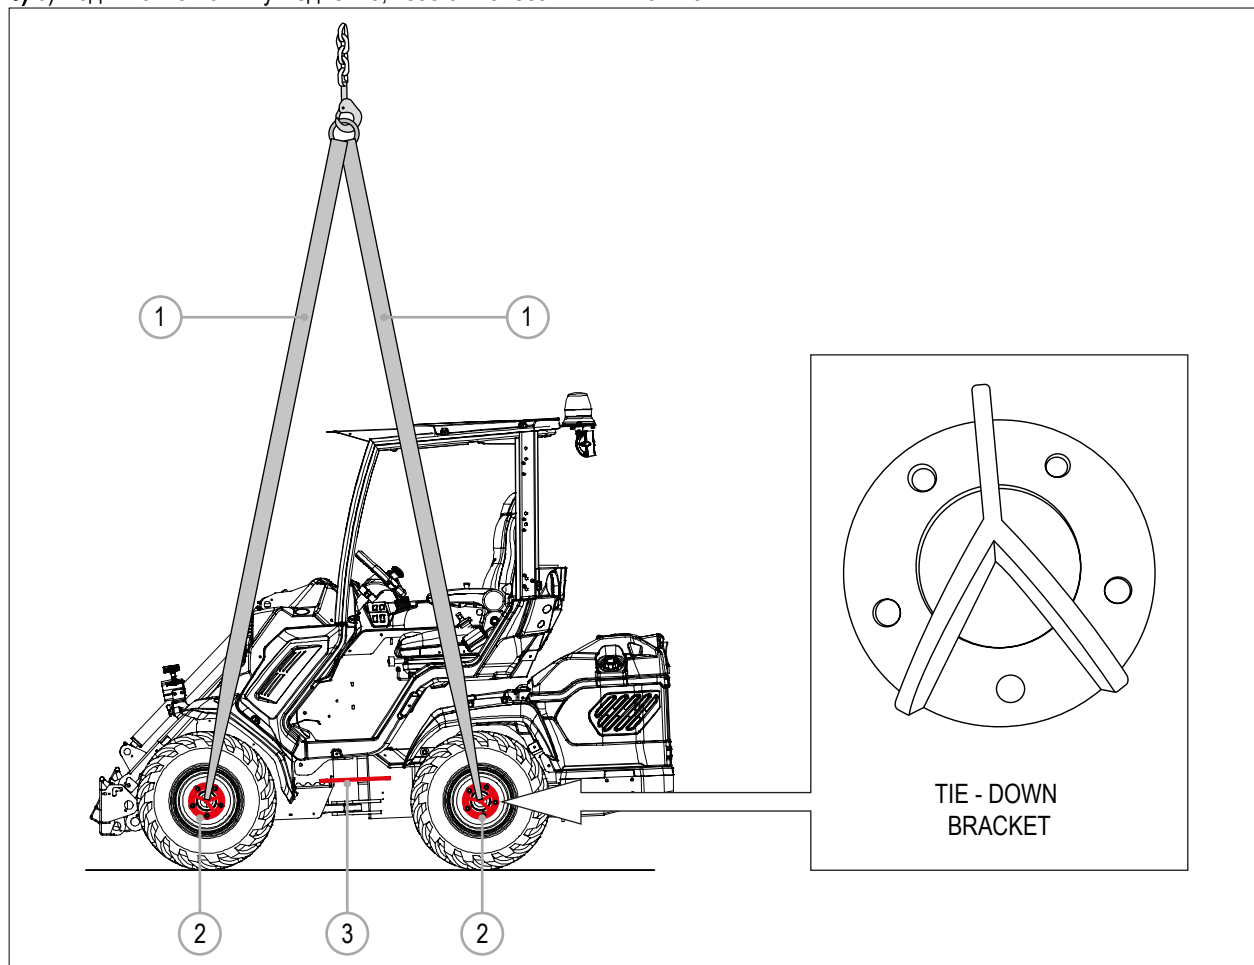

РИС. 24
- 2) Вставьте кронштейн блокировки рулевого управления (РИС. 24 - Сс. 3) (см. пар. 5.2.1).
- 3) Зацепите подъемные стропы (РИС. 24 - Сс. 1) за крепежные скобы на передних и задних колесах (РИС. 24 - Сс. 2)